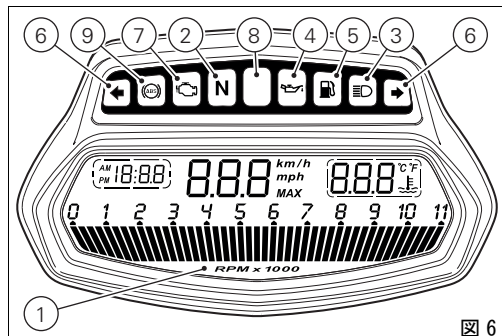

図 6
- 8) リミッターランプ “Over rev”/ トラクションコントロールランプ “DTC” (赤) (図 6):
- 9) ABS ランプ (琥珀色) (図 6)。
センサーエラーの場合は“---”が点滅表示され、同時にエンジン / 車両診断ランプ-E0BD (7、図 6) が点灯します。